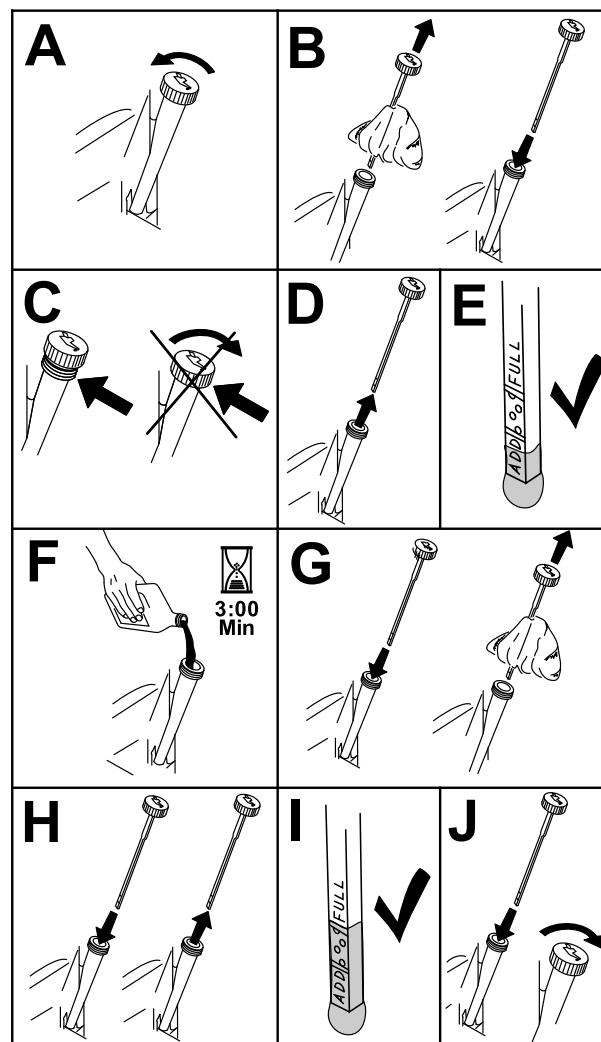

Figure 55
3. Pour éviter de faire tomber de l'herbe, de la poussière, etc., dans le moteur, nettoyez la surface autour du bouchon de remplissage-jauge d'huile, avant de l'enlever (Figure 55).